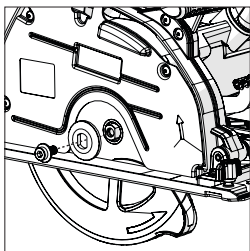

Fig. 5
- Ta bort och förvara bladbulnen och den yttre flänsen på säkert vis. **(Fig.5)**